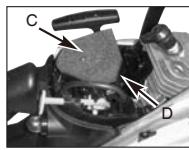

Bild. 15B
2. Heben Sie den Luftfilter (C) aus dem Luftkasten (D) heraus (Bild. 15B).